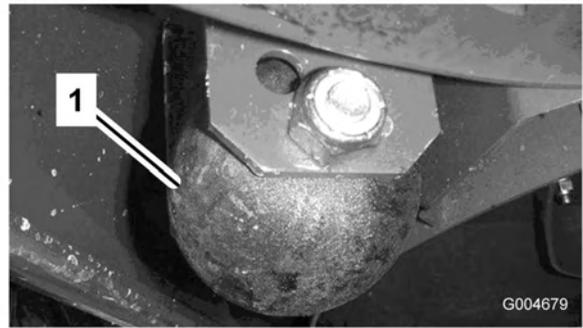

Figura 23
1. Retire el perno y la tuerca que fijan la rueda niveladora a los soportes de la unidad de corte (Figura 23).